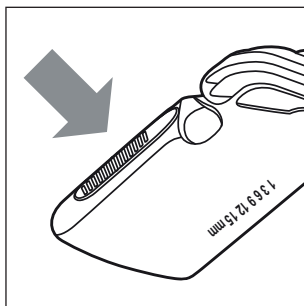

Fig. 5
- Premere il pulsante se si desidera far correre l'inserto pettine 10/11 verso l'alto o verso il basso (vedere fig. 5). In questo modo è più facile disimpegnare l'inserto pettine 10/11 dall'innesto e farlo scorrere.
- Premere il lato superiore del pulsante se si desidera far correre l'inserto pettine **10/11** verso l'alto o verso il basso (vedere fig. 5). In questo modo è più facile disimpegnare l'inserto pettine **10/11** dall'inserto e farlo scorrere.